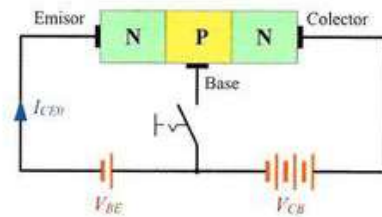

Figura 9.19. Transistor con la base abierta.
b) **Tensión inversa colector-emisor (V_{CEO}) con la base abierta:** en este otro caso, se ha abierto la base y, por tanto, se aplica una tensión entre el colector y el emisor que es igual a la suma de las tensiones de las dos fuentes (Figura 9.19). Esta fuerte diferencia de potencial provoca un pequeño flujo de electrones que emite el emisor y que se sienten fuertemente atraídos por el potencial positivo de la fuente. El resultado es una pequeña corriente de fuga de emisor a colector I_{CEO} . Al igual que ocurría anteriormente, el valor de esta corriente está determinado por la tensión colector-emisor (V_{CEO}) aplicada. En las hojas técnicas también aparece la tensión máxima de funcionamiento (V_{CEO}), que en ningún caso debe ser superada, para evitar el peligro de destrucción del semiconductor.